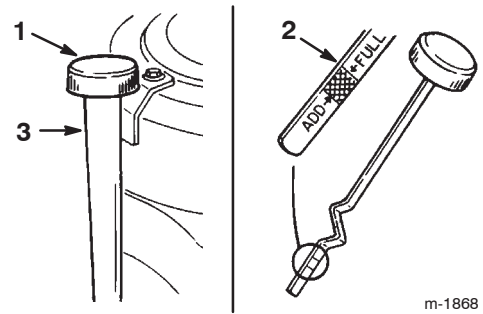

Figure 18
7. Nettoyez la surface autour de la jauge d'huile (Fig. 18) pour éviter que des impuretés ne s'introduisent dans le goulot de remplissage, ce qui risquerait d'endommager le moteur.
8. Dévissez la jauge d'huile et essuyez soigneusement l'extrémité métallique (Fig. 18).
9. Revissez la jauge complètement dans le goulot de remplissage (Fig. 18).
10. Versez lentement environ 80% de la quantité d'huile spécifiée dans le goulot de remplissage (Fig. 18). Vérifiez le niveau d'huile (voir Contrôle du niveau d'huile, page 23).